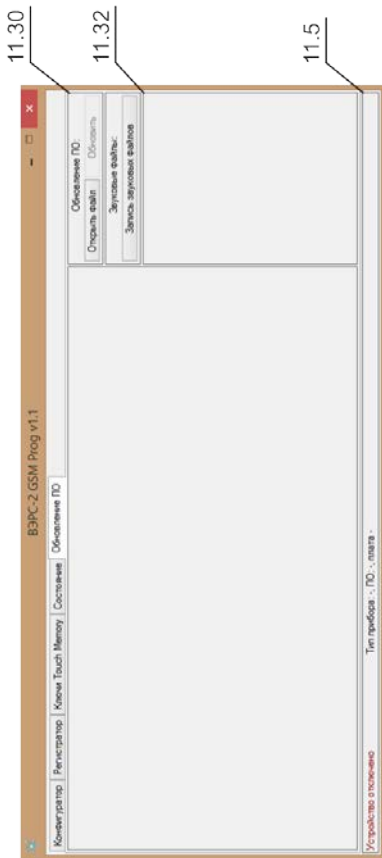

Рисунок 5. Вкладка «Обновление прибора».
11.28. Вкладка «Обновление прибора» (см. Рисунок 5, стр. 36) предназначена для обновления программного обеспечения прибора. Обновление в виде файла с расширением *.vs можно скачать с сайта предприятия изготовителя.